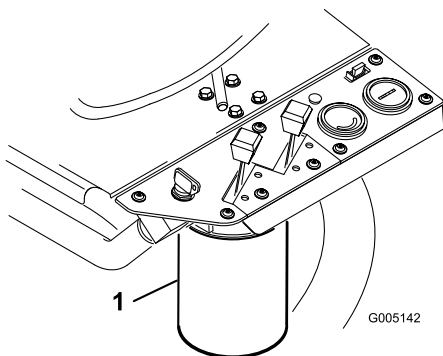

Bild 48
2. Reinigen Sie den Anbaubereich des Filters (Bild 48). Stellen Sie ein Auffanggefäß unter den Filter und entfernen den Filter.